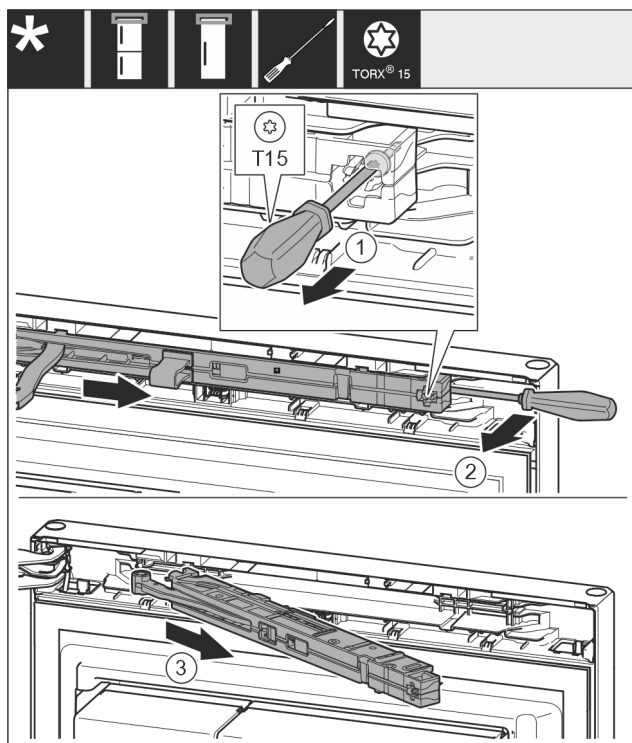

Fig. 15
- Atskrūvējiet durvju amortizatora mezgla skrūvi Fig. 15 (1) ar skrūvgriezi 14 mm.
- Izceliet durvju amortizatora mezglu Fig. 15 (2) roktura pusē ar skrūvgriezi uz priekšu.
- Izvelciet durvju amortizatora mezglu Fig. 15 (3).